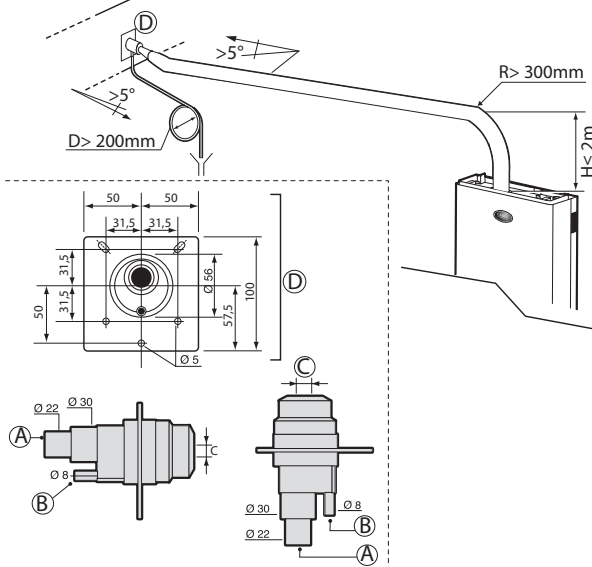

Рис. 3.b
- Выполните соединения, как показано на Рис. 3.b и в соответствии со значениями в таблице.